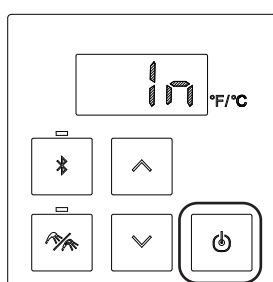

Fig. 5
2. Premere il tasto 'ON/OFF' per confermare la scelta della tipologia di scarico (Fig. 5).